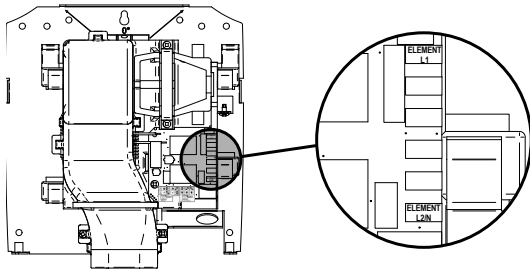

FIG.9
- Débrancher l'élément de la carte électronique. (FIG.9)